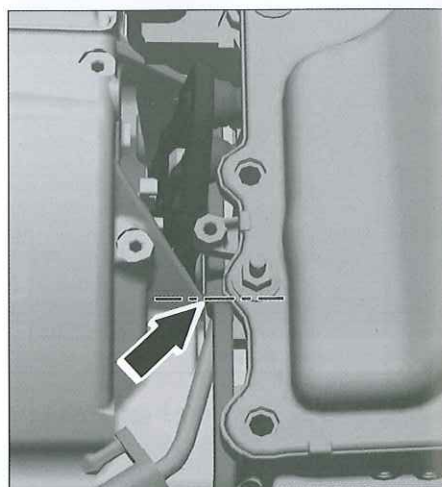

Fig. 14
- Introducir la palanca de montaje [1] hasta que la ranura esté alineada con los nervios del bloque (Fig.14).